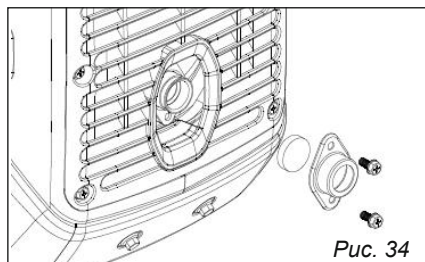

Рис. 34
2. Ослабьте болт, а затем снимите крышку глушителя, экран глушителя и искрогаситель, рис. 34.